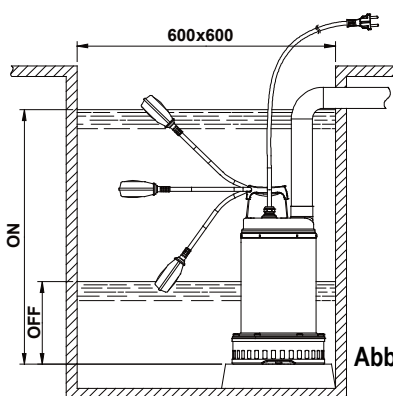

Abb. 1
- 4.1** Falls der Boden des Schachts, in dem die Pumpe eingesetzt werden soll, stark verschmutzt ist, sollte eine Unterlage für die Pumpe vorgesehen werden, damit die Ansauggitter nicht verstopfen können (**Abb. 1**).
2. Bei den Ausführungen mit Schwimmerschalter sicherstellen, daß dieser frei beweglich ist (SIEHE ABSATZ EINSTELLEN DES SCHWIMMERSCHALTERS). Es müssen Aufnahmeschächte mit den **Mindestabmessungen** der **Abb. 1** vorgesehen werden. Die Schachtgröße muß immer auch entsprechend der zulaufenden Wassermenge und der Förderleistung der Pumpe gewählt werden, damit der Motor nicht zu oft angelassen werden muß.